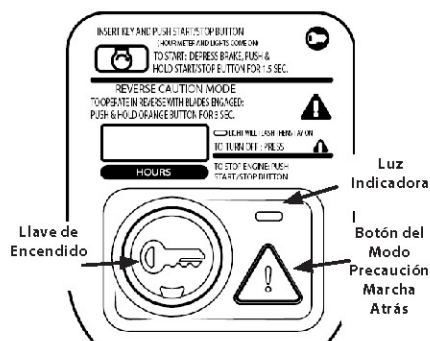

Figura 27
2. Mantenga presionado el botón **MODO PRECAUCIÓN MARCHA ATRÁS** durante 3 segundos. La luz indicadora parpadeará durante 3 segundos y permanecerá encendida cuando se active el **MODO PRECAUCIÓN MARCHA ATRÁS**. Consulte la Figura 27.
3. La luz indicadora ubicada encima del **MODO PRECAUCIÓN MARCHA ATRÁS** estará **ENCENDIDA** mientras este modo esté activado. Consulte la Figura 27.